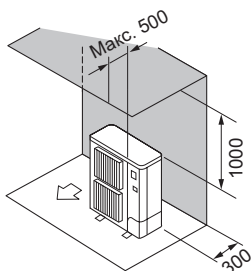

Fig. 2-7
- ② Само препятствия отзад и отгоре (Fig. 2-7)